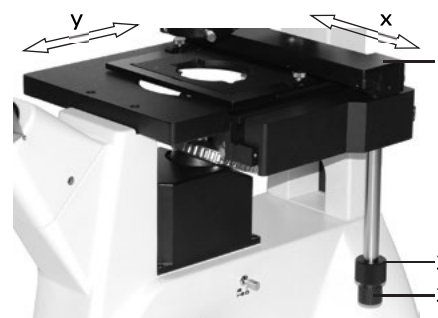

Рис. 15. Перемещение объекта
Микроскоп оборудован устройством **1** продольного (Y) и поперечного (X) перемещения объекта исследования. Перемещение осуществляется с помощью коаксиальных ручек продольного перемещения **2** и поперечного перемещения **3**, как показано на рис. 15.